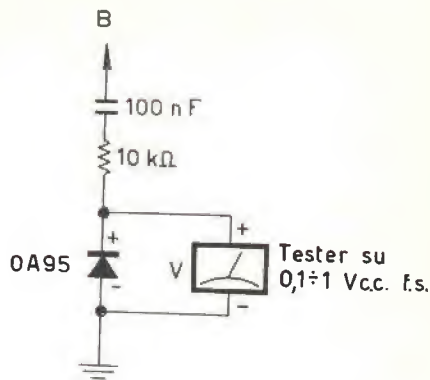

figura 2
8) Lasciando il carico esterno, provate ora a togliere  $C_2$ . Quasi sicuramente la tensione d'uscita si abbasserà e insorgeranno oscillazioni su collettore di  $Q_2$ , rilevabili col circuito di figura 2. Sostituite il valore iniziale di  $10\ \mu\text{F}$  con valori via via decrescenti, finché non riuscirete più a bloccare le oscillazioni che nasceranno. Assegnate stabilmente a  $C_2$  il minimo valore con cui ancora riuscite ad annullare completamente le oscillazioni. Io ho trovato  $1\ \mu\text{F}$ .